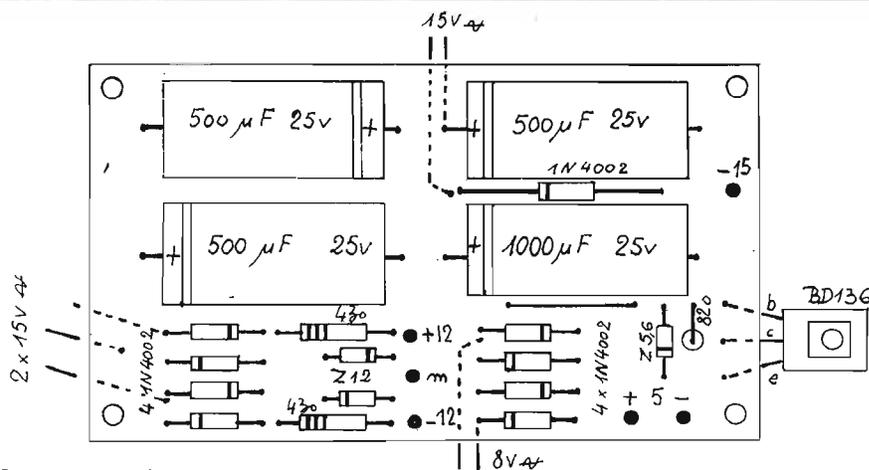

Fig. 29. - Composants alimentation secteur.
**Secteur :** Voir la figure 29 pour les composants de G. Souder 4 entretoises d'angle, maintenant le circuit à 4 mm du fond. Installer le tout dans le boîtier. Vérifier à l'ohmmètre